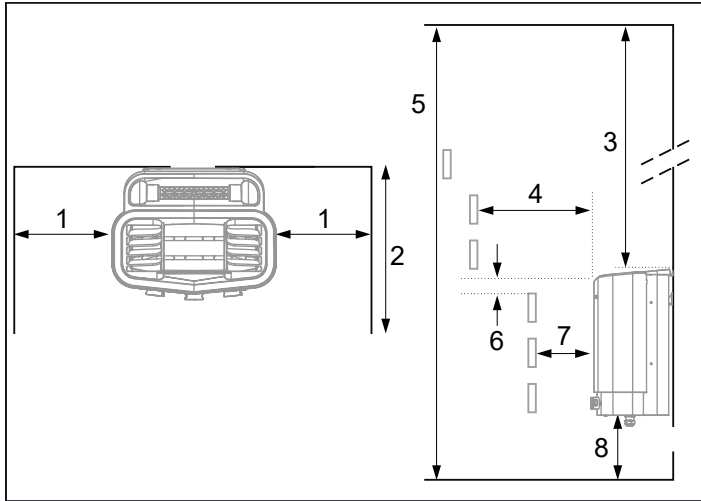

Afbeelding 2: Plaatsing van de kachel - normale installatie
- Plaats de kachel op veilige afstand van de vloer, zijwanden en binneninrichting (zie afbeelding 2).